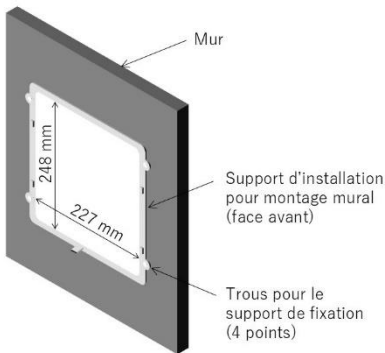

Fig. 3.4.1
- Faites un trou (longueur 248 mm x largeur 227 mm) dans le mur où vous souhaitez l'installer (Fig. 3.4.1).